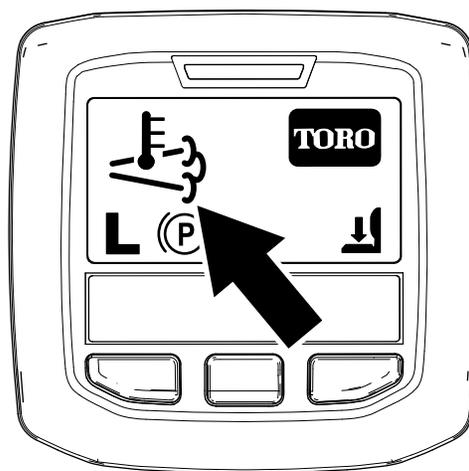

Рисунок 37
- Значок высокой температуры выхлопа отображается на экране инфо-центра (Рисунок 37).